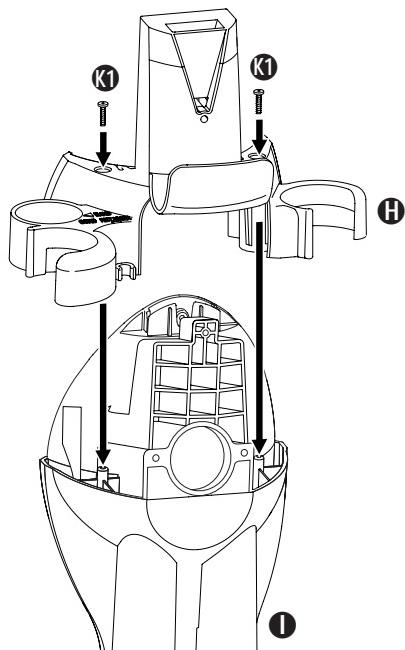

FIG. 2
Step 2: (FIG. 2) Attach the tool caddy **H** to the top of the rear housing **I** by sliding it onto the housing, and then attach using the 2 short screws **K1** provided.
Étape 2. (FIG. 2) Fixez le porte-accessoires ⑤ à la partie supérieure du boîtier arrière ① en le glissant sur le boîtier. Alignez les trous de vis, puis vissez avec 2 vis courtes ③ fournies avec l'appareil.
Paso 2. (FIG. 2) Instale el portaaccesorios ⑤ en la parte superior del alojamiento trasero ① deslizándolo sobre el mismo. Alinee los agujeros de los tornillos y fije las piezas usando los 2 tornillos cortos ③ proporcionados.